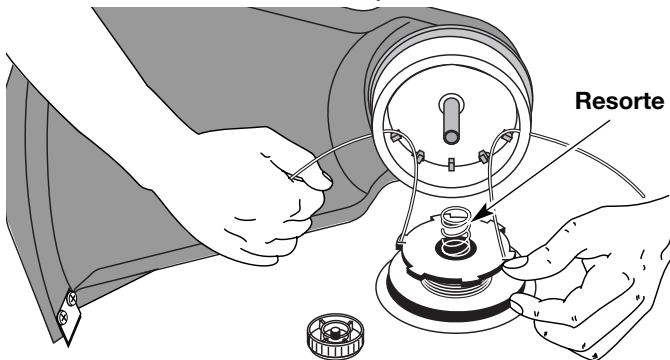

Fig. 18
5. Inserte los extremos de la línea en los ojalillos de la bobina exterior (Fig. 18).